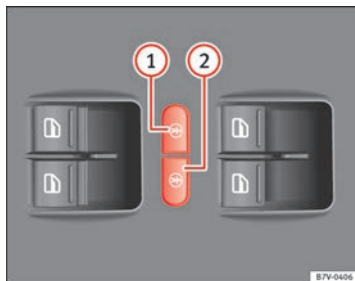

Fig. 51 En la puerta del conductor: teclas del seguro eléctrico para niños.
El seguro eléctrico para niños evita la apertura y el cierre de puertas corredizas y de los elevalunas eléctricos de las mismas desde el interior, para que los niños no abran una puerta por error durante la conducción. Con la tecla izquierda ⇒ fig. 51 ① o bien derecha ②, se activa el seguro para niños en el lado trasero izquierdo o derecho, respectivamente.
Activar:	Pulse la tecla ⇒ fig. 51 ① o ②.